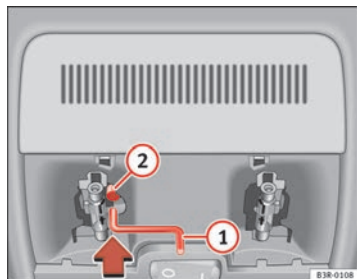

Fig. 84 Détail du ciel de pavillon : manivelle pour commande de secours
- Insérez la manivelle ① jusqu'en butée → fig. 84 dans l'alésage hexagonal ②.